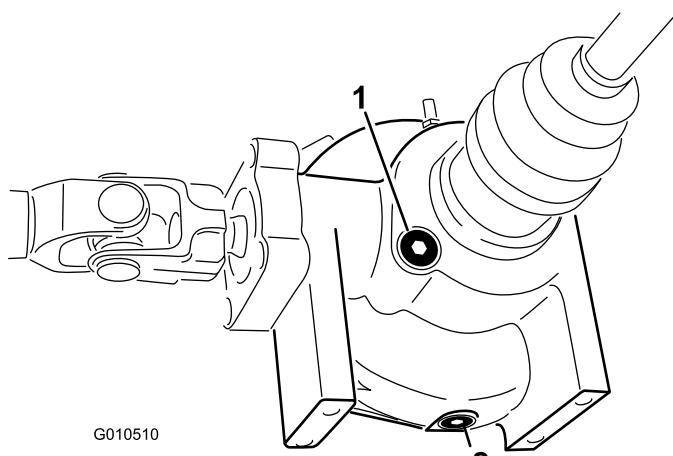

Figura 20
2. Limpe a área em torno do bujão de enchimento/controlo na parte lateral do diferencial (Figura 20).